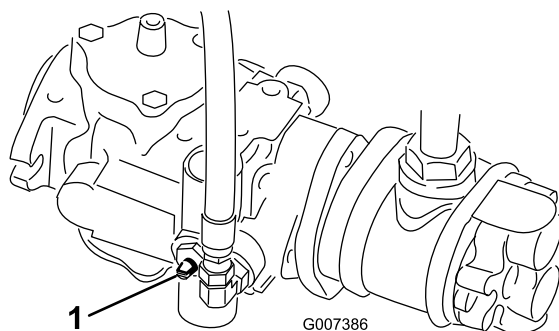

Figura 35
1. Localice la válvula de desvío en la bomba y gírela hasta que la ranura esté en posición vertical (Figura 35).
2. Antes de arrancar el motor, cierre la válvula de desvío girándola hasta que la ranura esté horizontal (Figura 35). No arranque el motor con la válvula abierta.